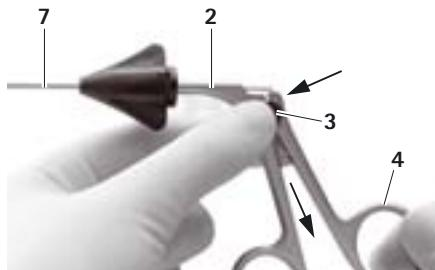

Fig. 1
- Séparer la poignée 2 et l'insert de travail 7, voir Fig. 1: